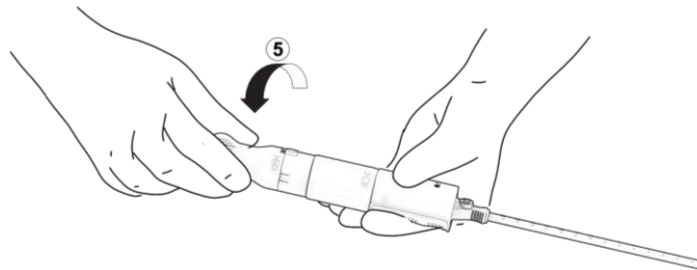

Bild 16. Frigör implantatet.
- a. Placera den fria handen på frigöringskolven (märkt med "5") och rotera denna greppsektion en bit, 90° i den riktning som anges, fram till de första inriktningmärkena. Bild 16. Implantatet är nu i den helt expanderade konfigurationen, men det är fortfarande fäst vid anordningens handtag. *Obs! Kontrollera att tamponaden fortfarande är acceptabel innan du fortsätter att expandera anordningen fullt ut. En liten justering av placeringen hos PerQseal® förslutningsanordning kan vara nödvändig för att åstadkomma tamponad.*